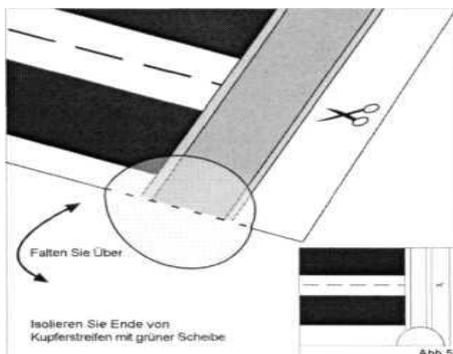

Bild 1
- das Folienhezelement kann nur an den Trennlinien (siehe Bild 1) gekürzt werden
- nach dem Schneiden ist der Bereich des Kupfers mit einem beiliegenden grünem Polyester (Verpackungsinhalt) zu isolieren (siehe Bild 1)
- die Anschlüsse des Hezelementes werden (wie im Bild 1 dargestellt) in der Isolierung ausgeschnitten.